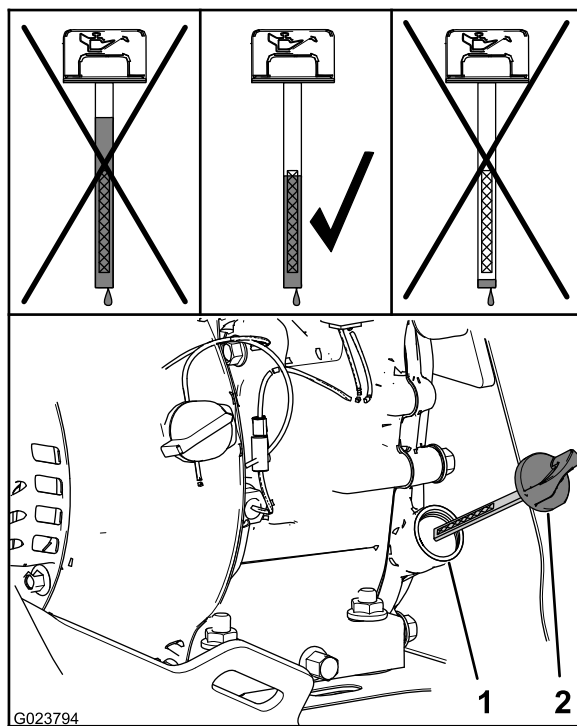

Figura 28
2. Retire a vareta e verifique o nível de óleo (Figura 28).
Nota: O nível de óleo deverá encontrar-se no topo do indicador na vareta (Figura 28).
- A. Despeje o óleo especificado no tubo de enchimento (Figura 28).